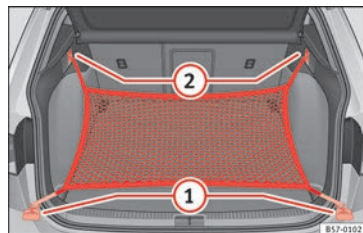

Abb. 163 Im Gepäckraum: Ösen ① und Haken ② zum Einhängen des Gepäckraumnetzes.
- Hängen Sie die kurzen Haken des Netzes in die Verzurrösen »» Abb. 163 ① »» ⚠ ein. Der Reißverschluss des Gepäckraumnetzes muss dabei nach oben zeigen.
- Befestigen Sie die Spanngurte in den Taschenhaken ②.